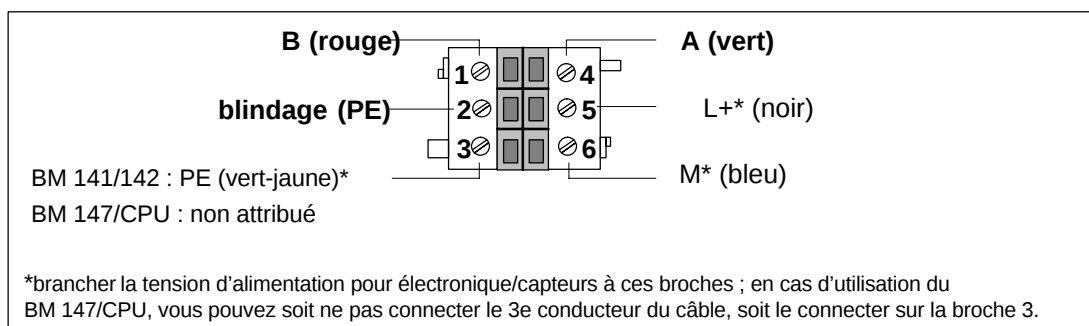

Figure 4-10 Brochage du connecteur pour câblage de PROFIBUS-DP et de la tension d'alimentation pour électronique/capteurs
- un câble blindé à 2 conducteurs pour branchement du PROFIBUS-DP (la tresse de blindage doit être torsadée, enfoncée dans un embout et branchée au blindage, broche 2 ; voir figure 4-10)
Si vous voulez transmettre à l'ET 200X suivant le PROFIBUS-DP et (ou) la tension d'alimentation pour électronique/capteurs, câblez le deuxième connecteur. Câblez ce connecteur exactement comme celui servant à l'amenée au premier ET 200X (voir figure 4-10).